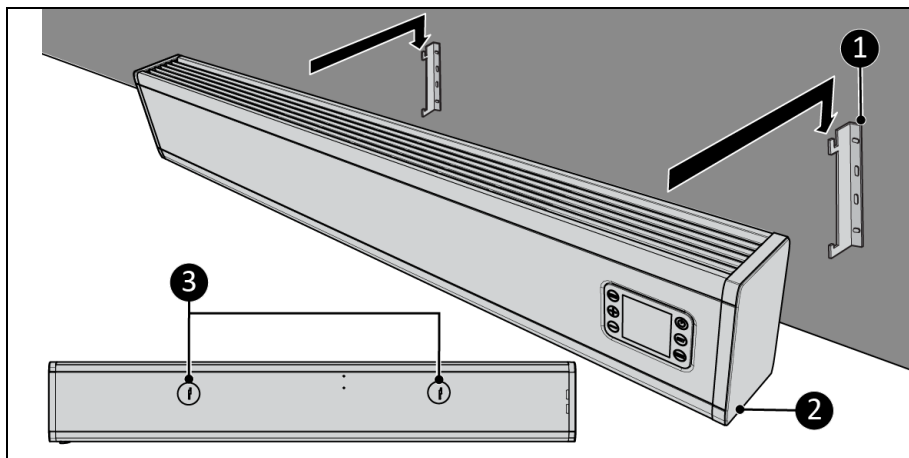

Figure 10
7. Placez les trous des supports (figure 10, pos. 3) sur les supports muraux (figure 10, pos. 1).
8. Glissez l'appareil (figure 10, pos. 2) dans les ouvertures des supports muraux (figure 10, pos. 1).